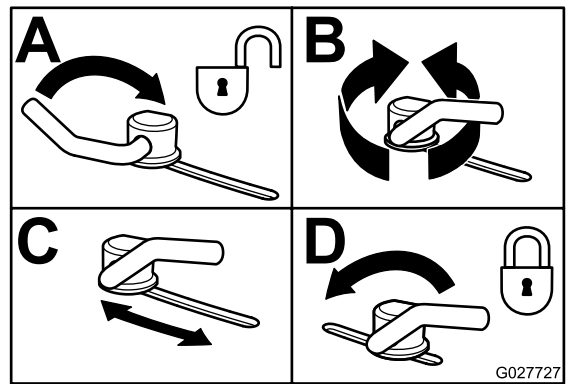

Figura 27
3. Para ajustar los bloqueos de leva, levante la palanca para aflojar el bloqueo de leva (Figura 27).
5. Devuelva la palanca a su posición original para apretar el deflector y los bloqueos de leva (Figura 27).